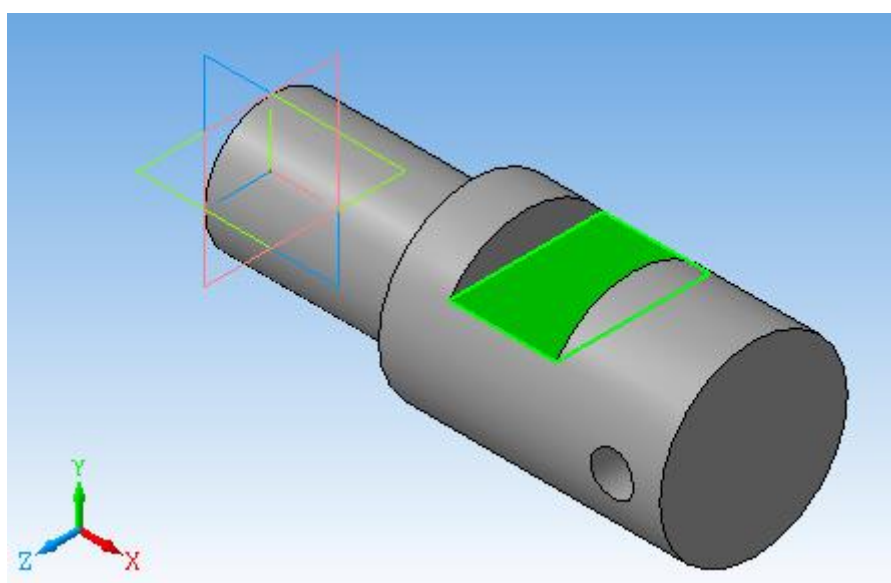

Рис. 7.8
10. Виріжемо на горизонтальній площадці вала отвір діаметром 20 мм, глибиною 30 мм. Для цього зробимо активною горизонтальну площину вала, клацнувши по ній лівою кнопкою миші (рис. 7.8). Увійдемо в режим